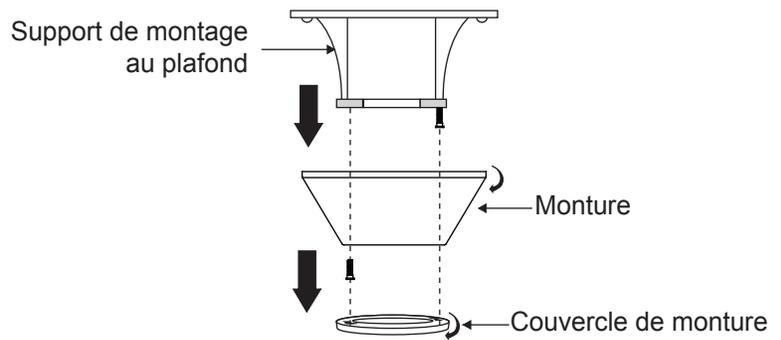

Fig. 5
**Étape 1.** Retirez le couvercle décoratif inférieur de la monture en le tournant dans le sens inverse des aiguilles d'une montre. (Fig. 5)
**Étape 2.** Retirez le support de montage au plafond de la monture en retirant (et conservant) l'une des deux vis. Desserrez la vis restante d'un demi tour. (Fig. 5)